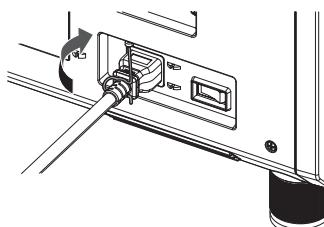

図1
- 2) 電源コードを固定している電源コードホルダーを左にすらす（図1）